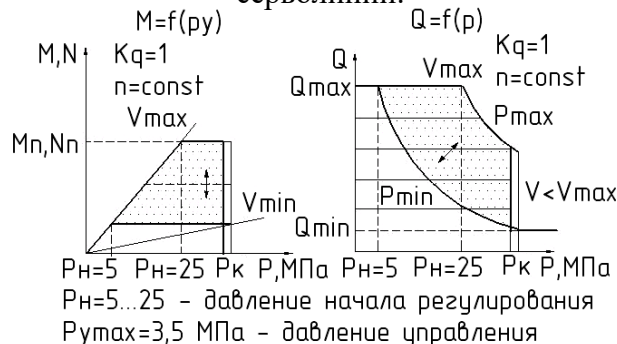

Рисунок 24 – График зависимости крутящего момента M , потребляемой мощности N и подачи Q от изменения давления p .
- Пока LS распределитель закрыт, насос находится на минимальном рабочем объеме V_{min} , обеспечивая минимальную подачу Q_{min} , достаточную для поддержания давления в гидросистеме $P = 2 \text{ МПа}$ (рисунок 24).